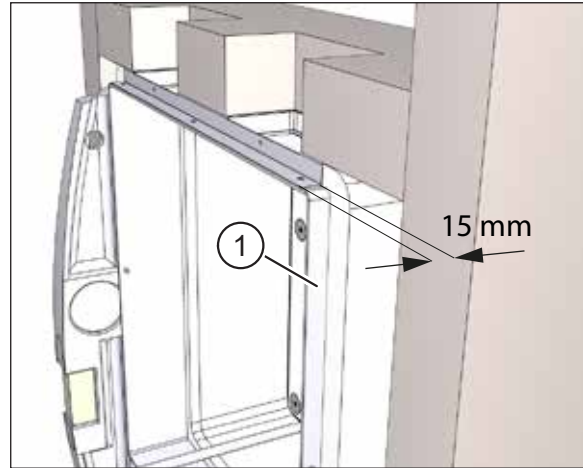
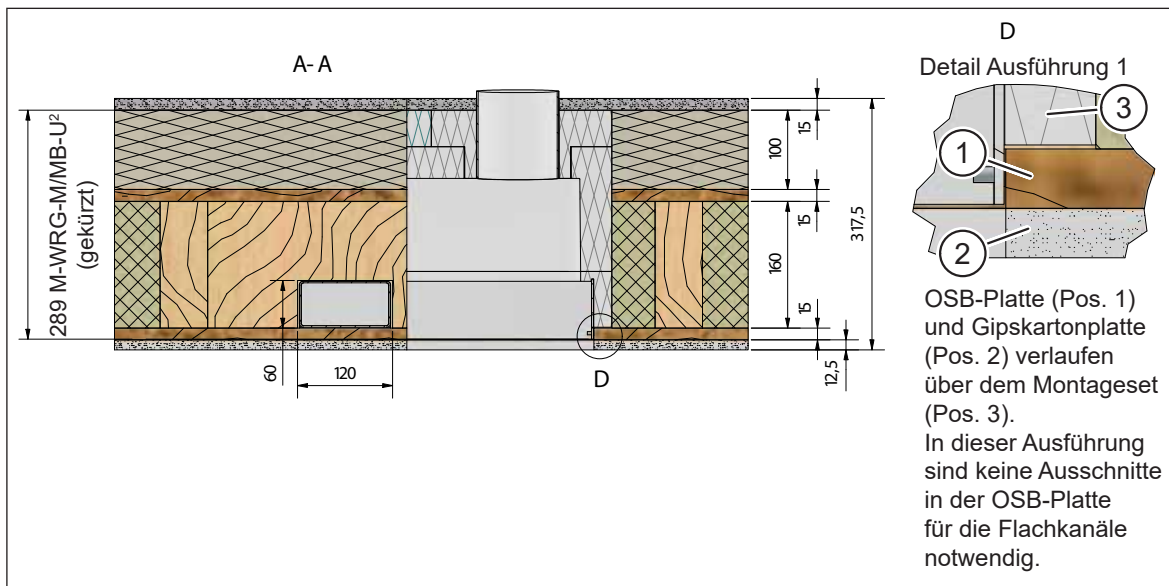
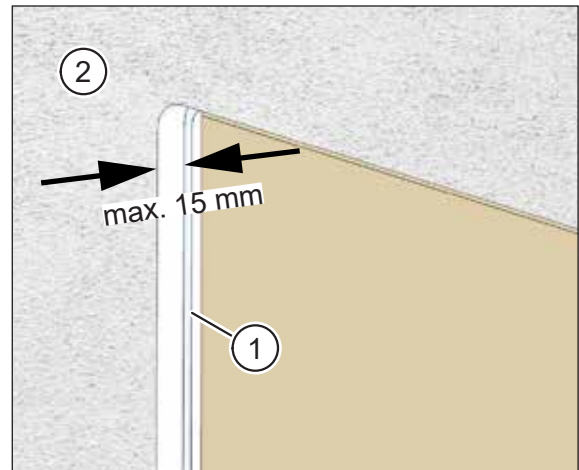

Abb. 49: Putzrahmentiefe 15 mm
Abb. 50: Bündiger Abschluss von Putzrahmen und Innenwandverkleidung
Abb. 60: Verkleidung darf max. 15 mm überstehen
- ▶ Schieben Sie den Mauerkasten soweit zwischen die beiden Riegel ein, dass der Putzrahmen (Pos. 1 in Abb. 49) bündig mit der späteren Innenwandverkleidung (z. B. OSB-Platte + Gipskartonplatte) abschließt bzw. die Innenwandverkleidung geringfügig über den Putzrahmen übersteht (siehe Schnitt A-A und Detail D in Abb. 50 und Abb. 60 auf Seite 49).
- Die Putzrahmentiefe beträgt 15 mm (siehe Abb. 49).
- Die Gipskartonplatte (Pos. 2 in Abb. 60) darf maximal 15 mm über den Putzrahmen (Pos. 1 in Abb. 60) überstehen.